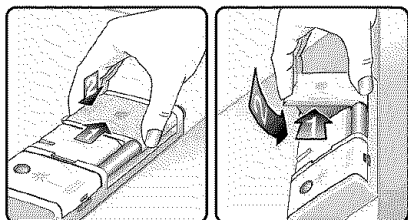

Figure 24/Ilus. 24
4. To close the cover, slide the cover in the direction of the arrow on the cover, as shown in Figure 24 arrow 1, and press down **firmly** as shown in Figure 24 arrow 2, until the release tab catches.
4. Pour fermer le couvercle, le faire glisser dans le sens de la flèche sur le couvercle, figure 24, flèche 1 et presser **fermement** (figure 24, flèche 2) jusqu'à ce qu'il s'enclenche.
4. Para cerrar la cubierta, deslícela en la dirección de la flecha que figura en la cubierta como muestra la Ilustración 24 flecha 1 y oprima **firmemente** hasta que se enganche la lengüeta como muestra la Ilustración 24 flecha 2 hasta que la lengüeta se enganche.